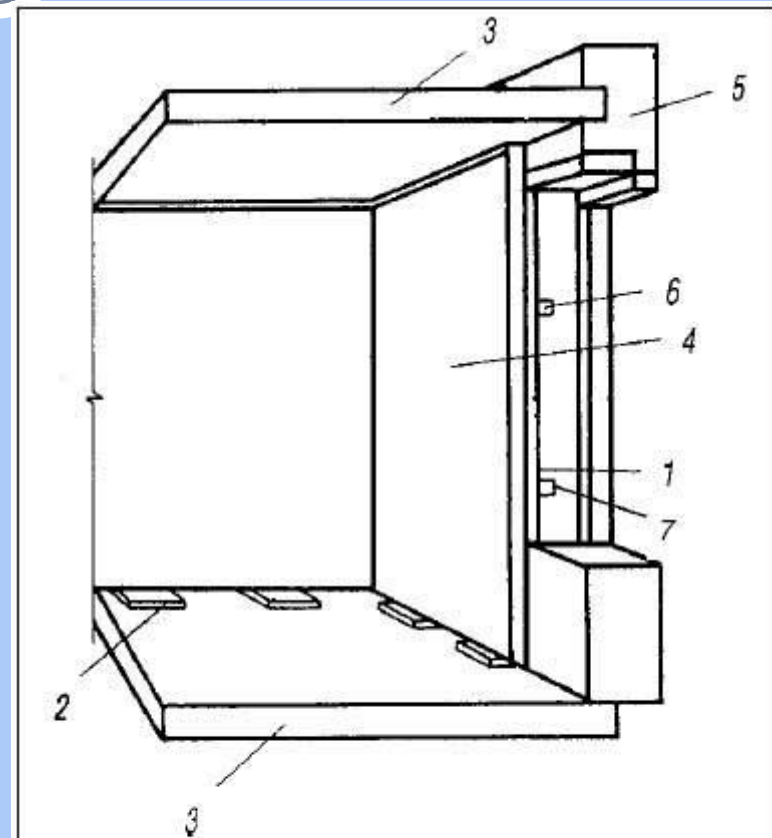

Рис. 19. Кирпичные стены с теплоизоляцией из панелей:
- **Кирпичные стены с утеплителем из теплоизоляционных панелей** (рис. 19) состоят из несущей части – каменной кладки, толщина которой определяется только из условий прочности и устойчивости стены, и теплоизолирующей части – пенобетонных, гипсовых или гипсошлаковых панелей.